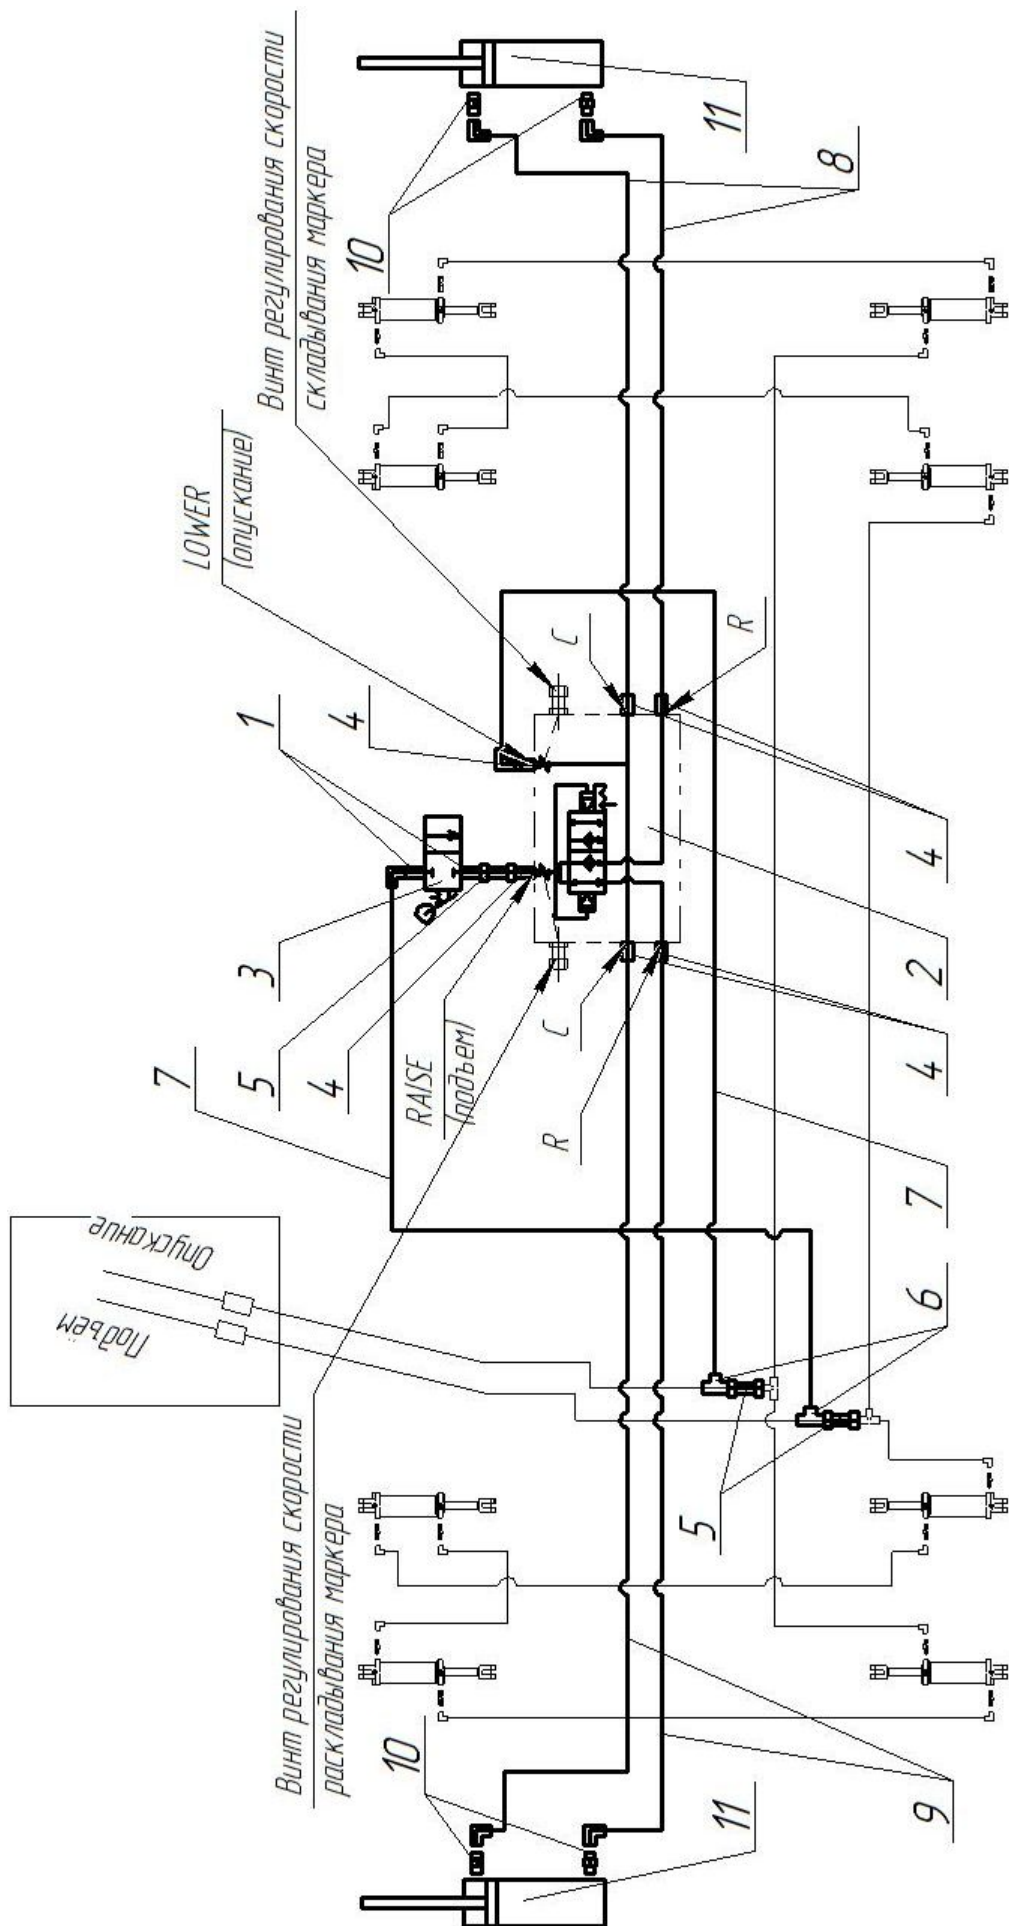

Рис. 4.8.1. Гидросхема подключения маркеров ПК-8,5 "Кузбасс".
**4.8.1.** Установите узлы и детали гидросистемы маркеров в соответствии с рис. 4.8.1, 4.8.2. Номера узлов и деталей см. в табл. 4.8.1, 4.8.2 и на бирках.